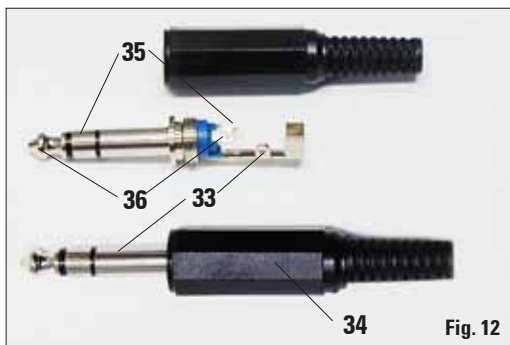

Fig. 12
Cada alarma se conecta a la clavija (34) tal y como se explica a continuación (véase la Fig. 12):